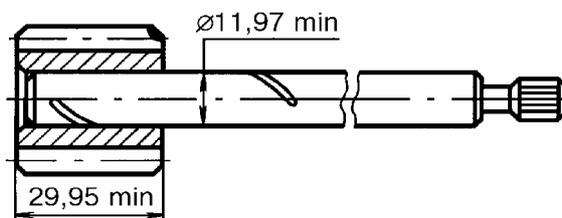

Рис.6. Валик 2101-1011040 с ведущей
3.2.2 Валик 2101-1011040 с ведущей шестерней (рис.6).